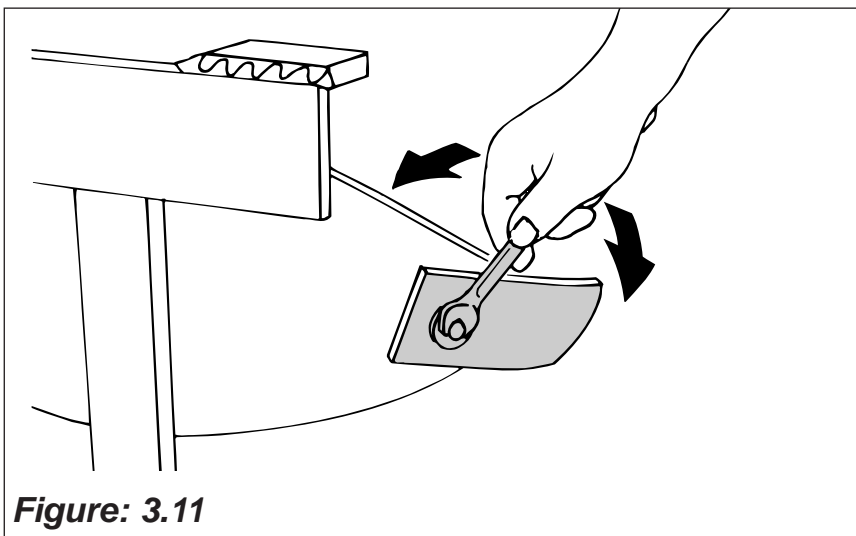

Figure: 3.11
- Serrez les prolongateurs de versoir en position souhaité (Figure: 3.11).